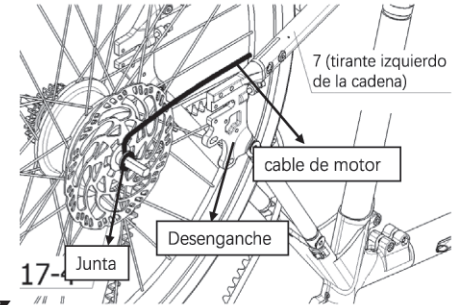
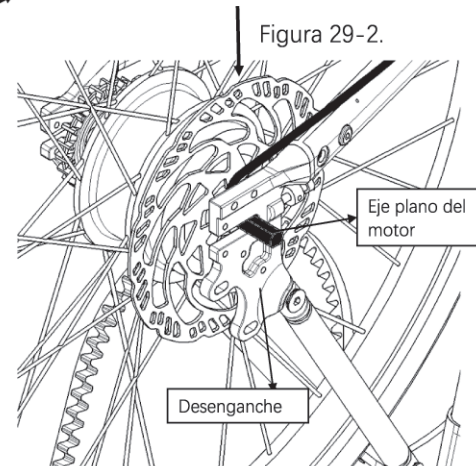

Figura 29-2.
Figura 29-3.
- La dirección de la línea del motor de la pieza 17 está en el mismo lado que la pieza 7, la posición de apertura de la línea del motor es hacia arriba, y la junta en la dirección de la línea del motor tiene que estar en el interior de la apertura de la pieza 7, como se muestra en la Figura 29-2. Observe el eje de la pieza 17, coloque el eje plano del motor hacia arriba en la apertura de la pieza 7 y la pieza 8, y empújelo hasta el final de la apertura, como se muestra en la Figura 29-3.